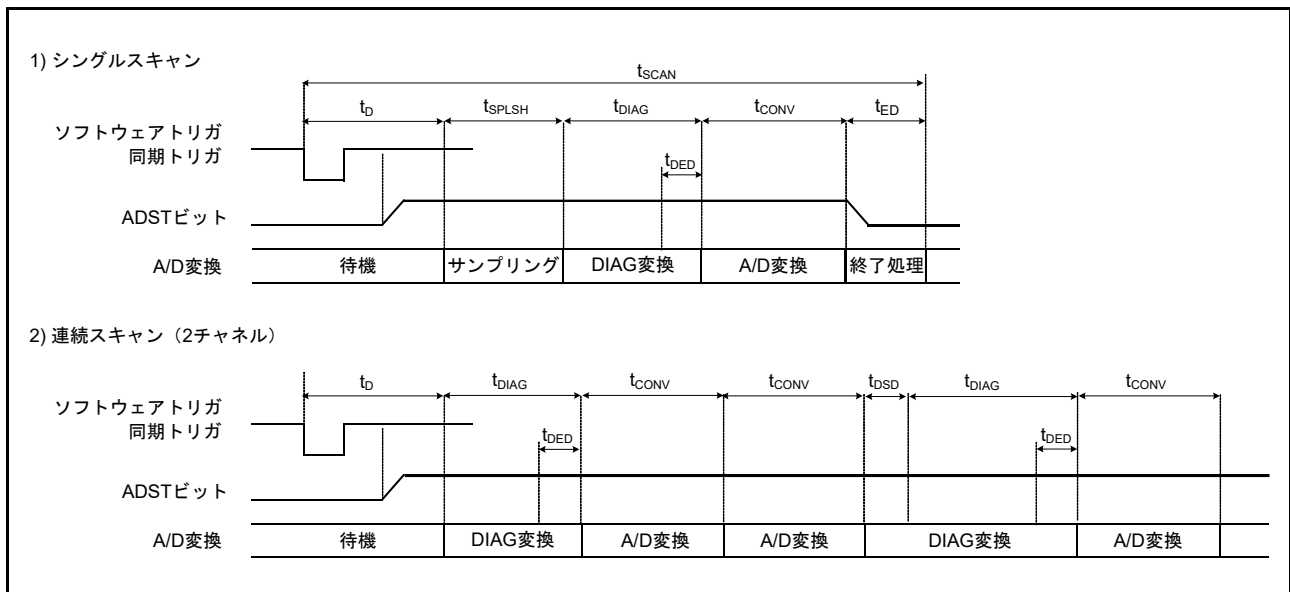
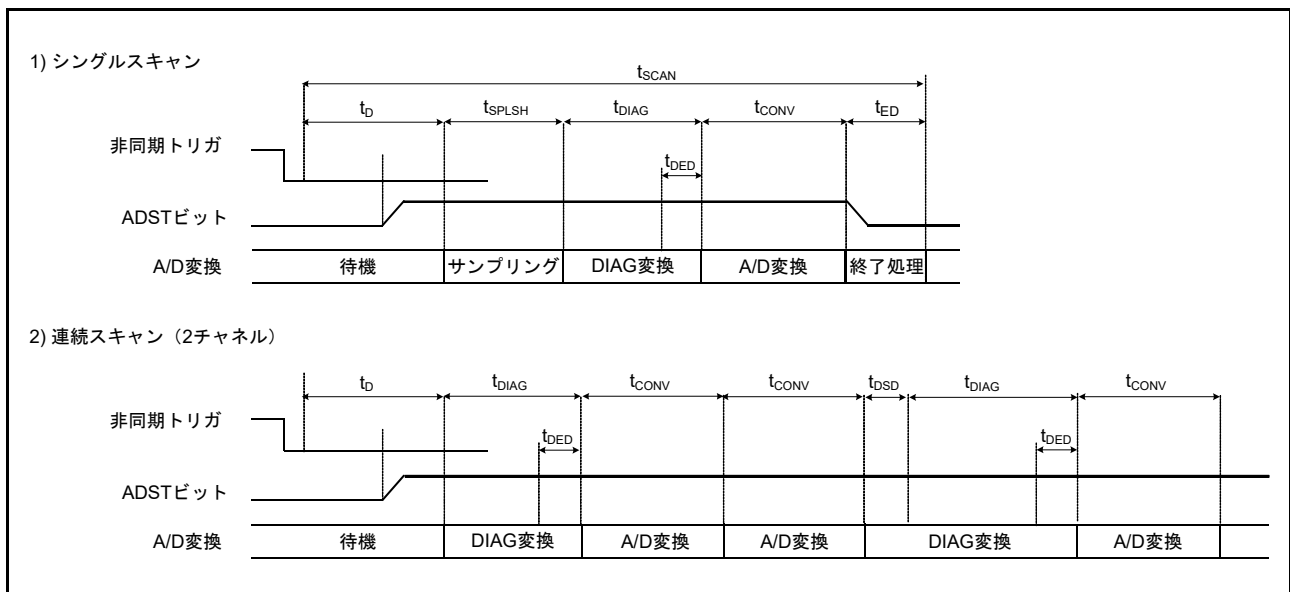

図 47.34 スキャン変換のタイミング (ソフトウェア起動、同期トリガ (ELC) 起動の場合)
図 47.35 スキャン変換のタイミング (非同期トリガ入力 (ADTRG0) 起動の場合)
図 47.34 に、ソフトウェアトリガと同期トリガ (ELC) 起動によるスキャン変換を行う場合のタイミングを示します。また、図 47.35 に、非同期トリガ (ADTRGn) 起動によるスキャン変換を行う場合のタイミングを示します。スキャン変換時間 ( $t_{SCAN}$ ) は、スキャン変換開始遅延 ( $t_D$ )、チャンネル専用サンプル&ホールド回路処理時間 ( $t_{SPLSH}$ ) (注 1)、断線検出アシスト処理時間 ( $t_{DIS}$ ) (注 2)、自己診断変換時間 ( $t_{DIAG}$ ) (注 3)、A/D 変換処理時間 ( $t_{CONV}$  および  $t_{DSD}$ )、チャンネル専用サンプル&ホールド回路終了処理時間 ( $t_{SHED}$ ) (注 4)、スキャン変換終了遅延 ( $t_{ED}$ ) を含めた時間となります。
- 注 1.  $t_D$ ,  $t_{SPLSH}$ ,  $t_{DIAG}$ ,  $t_{CONV}$ ,  $t_{ED}$  の各タイミングについては、図 47.34 および図 47.35 を参照してください。